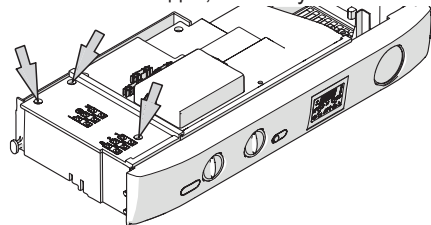

Рисунок 5.23
- Открутите винты и снимите крышку клеммной колодки, см. Рисунок 5.23.